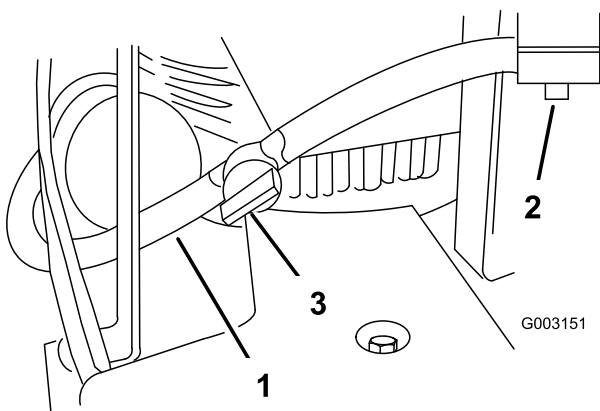

Figura 6
4. Retire el tapón rojo del extremo del tubo de combustible y del extremo del codo del depósito de combustible (Figura 6).
5. Deslice el extremo del tubo de combustible sobre el codo (Figura 6).
6. Sujete el tubo de combustible con la abrazadera del tubo de combustible (Figura 6).